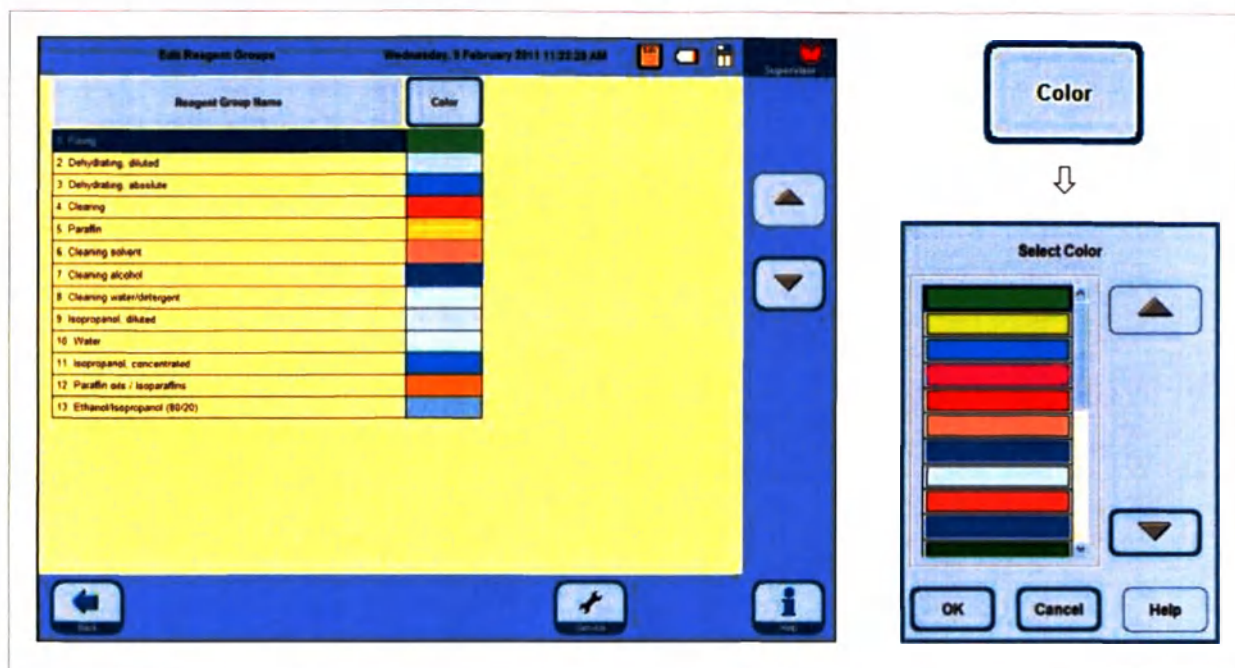

Рис. 148
В окне **EDIT REAGENT GROUPS** (рис. 148) можно выбрать цвета, которые будут использоваться на графической схеме программы для каждой группы реактивов.
- Нажмите кнопку **COLOR** в заголовке таблицы, откроется окно **SELECT COLOR** (рис. 148).